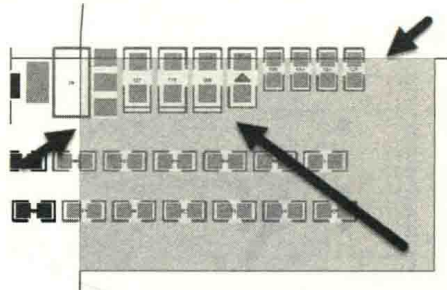

图 8-20 从下往上选择
(3) 从右下角按住鼠标左键，向左上角拖动鼠标，框选矩形框所碰到的对象都会被选中，如图 8-20 所示，和框选搭边的元件也被选中了。